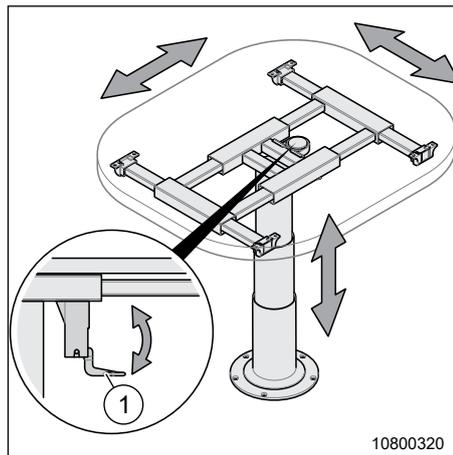

Fig. 54 Table coulissante et escamotable
1. Pousser le levier (Fig. 54, Pos. 1) vers le bas. Ainsi, le blocage du dessus de table est débloqué.
3. Pousser le levier (Fig. 54, Pos. 1) vers le haut. Ceci vous permet de bloquer le dessus de table.